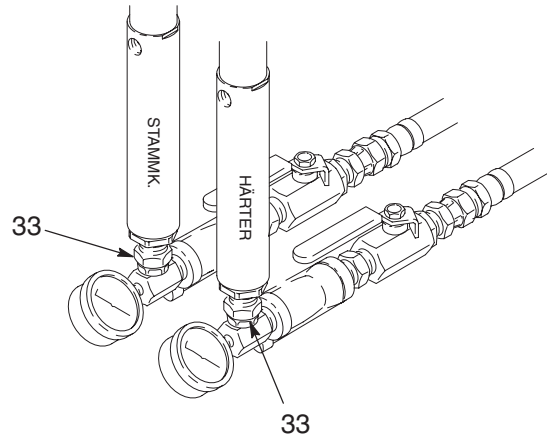

Abb. 20
Die Schottverschraubungen (33) von der Unterseite der Unterpumpen abschrauben. Siehe Abb. 20.